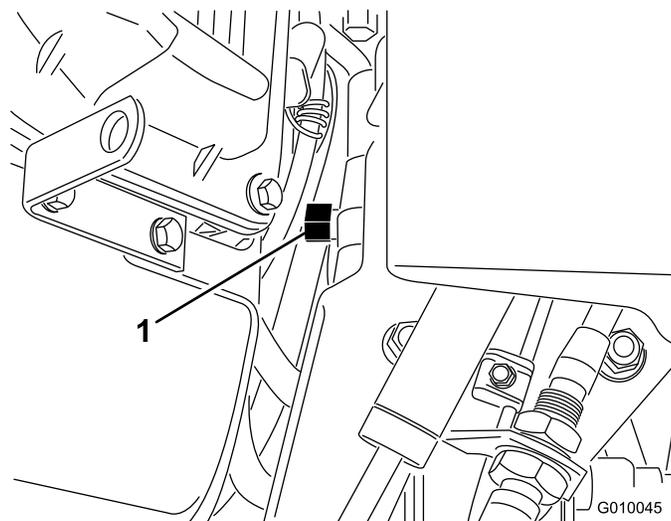

Figura 30
2. Usando una llave de 5/8 pulgadas, gire la válvula de desvío una vuelta en el sentido contrario a las agujas del reloj. Esto permite que el aceite hidráulico se desvíe alrededor de la bomba, dejando que las ruedas giren (Figura 30).
4. Para volver a poner el funcionamiento el aireador, gire las válvulas de desvío una vuelta en el sentido de las agujas del reloj (Figura 30).